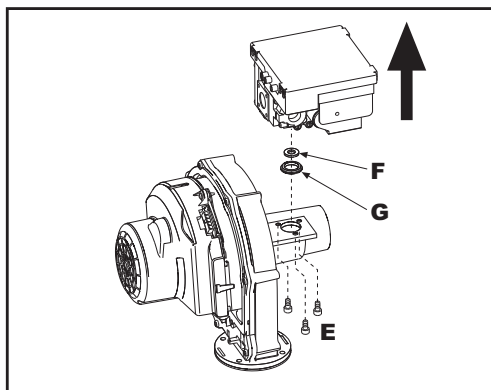
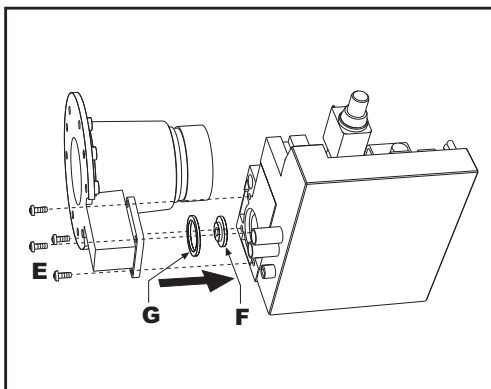

fig. 57 - modelo ENERGY TOP B 80 - 160
fig. 58 - modelo ENERGY TOP B 125 - 250
7. Desenroscar los tornillos de fijación "E" (fig. 57 modelo ENERGY TOP B 80 - 160 y fig. 58 modelo ENERGY TOP B 125 - 250) y quitar la válvula del gas.
8. Desmontar el inyector "F" (ver fig. 57 para el modelo ENERGY TOP B 80 - 160 y fig. 58 para el modelo ENERGY TOP B 125 - 250) e instalar dentro de la junta "G" el inyector que se incluye en el kit de cambio de gas. Volver a montar los componentes y verificar la estanqueidad.